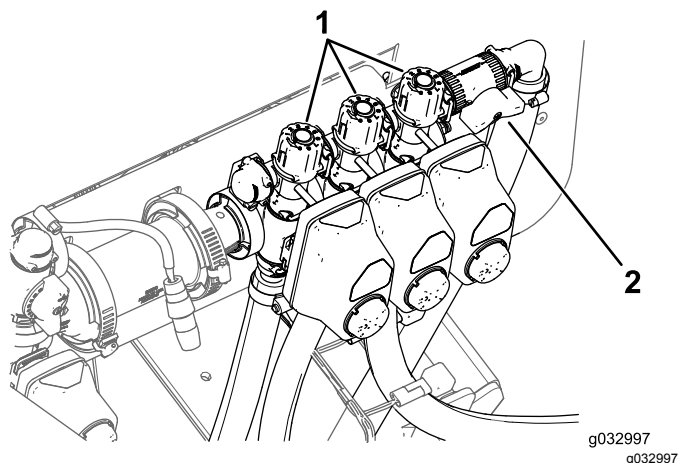

Figura 47
11. Desligue a rampa esquerda e ajuste o manípulo de distribuição da rampa (Figura 47) até que a leitura da taxa se encontre no nível anterior de acordo com a tabela.
13. Ajuste o manípulo de distribuição da rampa direita (Figura 47) até que a leitura da taxa se
15. Ajuste o manípulo de distribuição da rampa central (Figura 47) até que a leitura da taxa se encontre no nível anterior de acordo com a tabela.